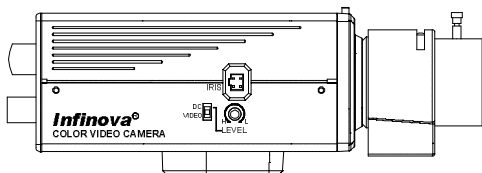

图 4
(2) 按顺时针方向旋转镜头，将镜头固定在摄像机上。并调节其位置。
(3) 如果使用带有内装 EE 放大器的视频驱动自动光圈镜头时，请把开关转到 VIDEO 一边。如果使用没有内装 EE 放大器的直流驱动自动光圈镜头时，请把开关转到 DC 一边（DC/VIDEO 驱动开关见下图 4）。